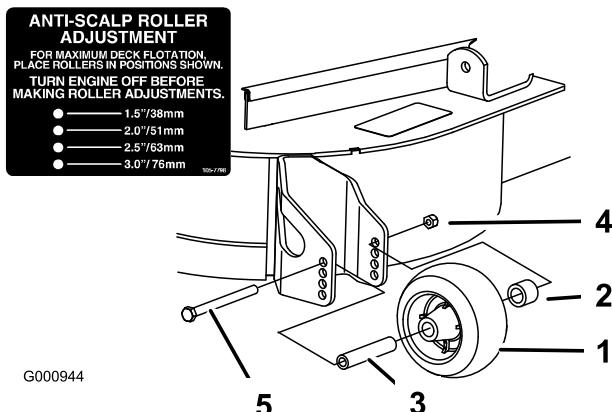

Figura 13
- Depois de regular a altura de corte, ajuste os rolos retirando a porca flangeada, a bucha, a cunha e o parafuso (Figura 13).
- Coloque a porca flangeada, a bucha, a cunha e o parafuso. Aperte com 54–61 Nm (Figura 13).